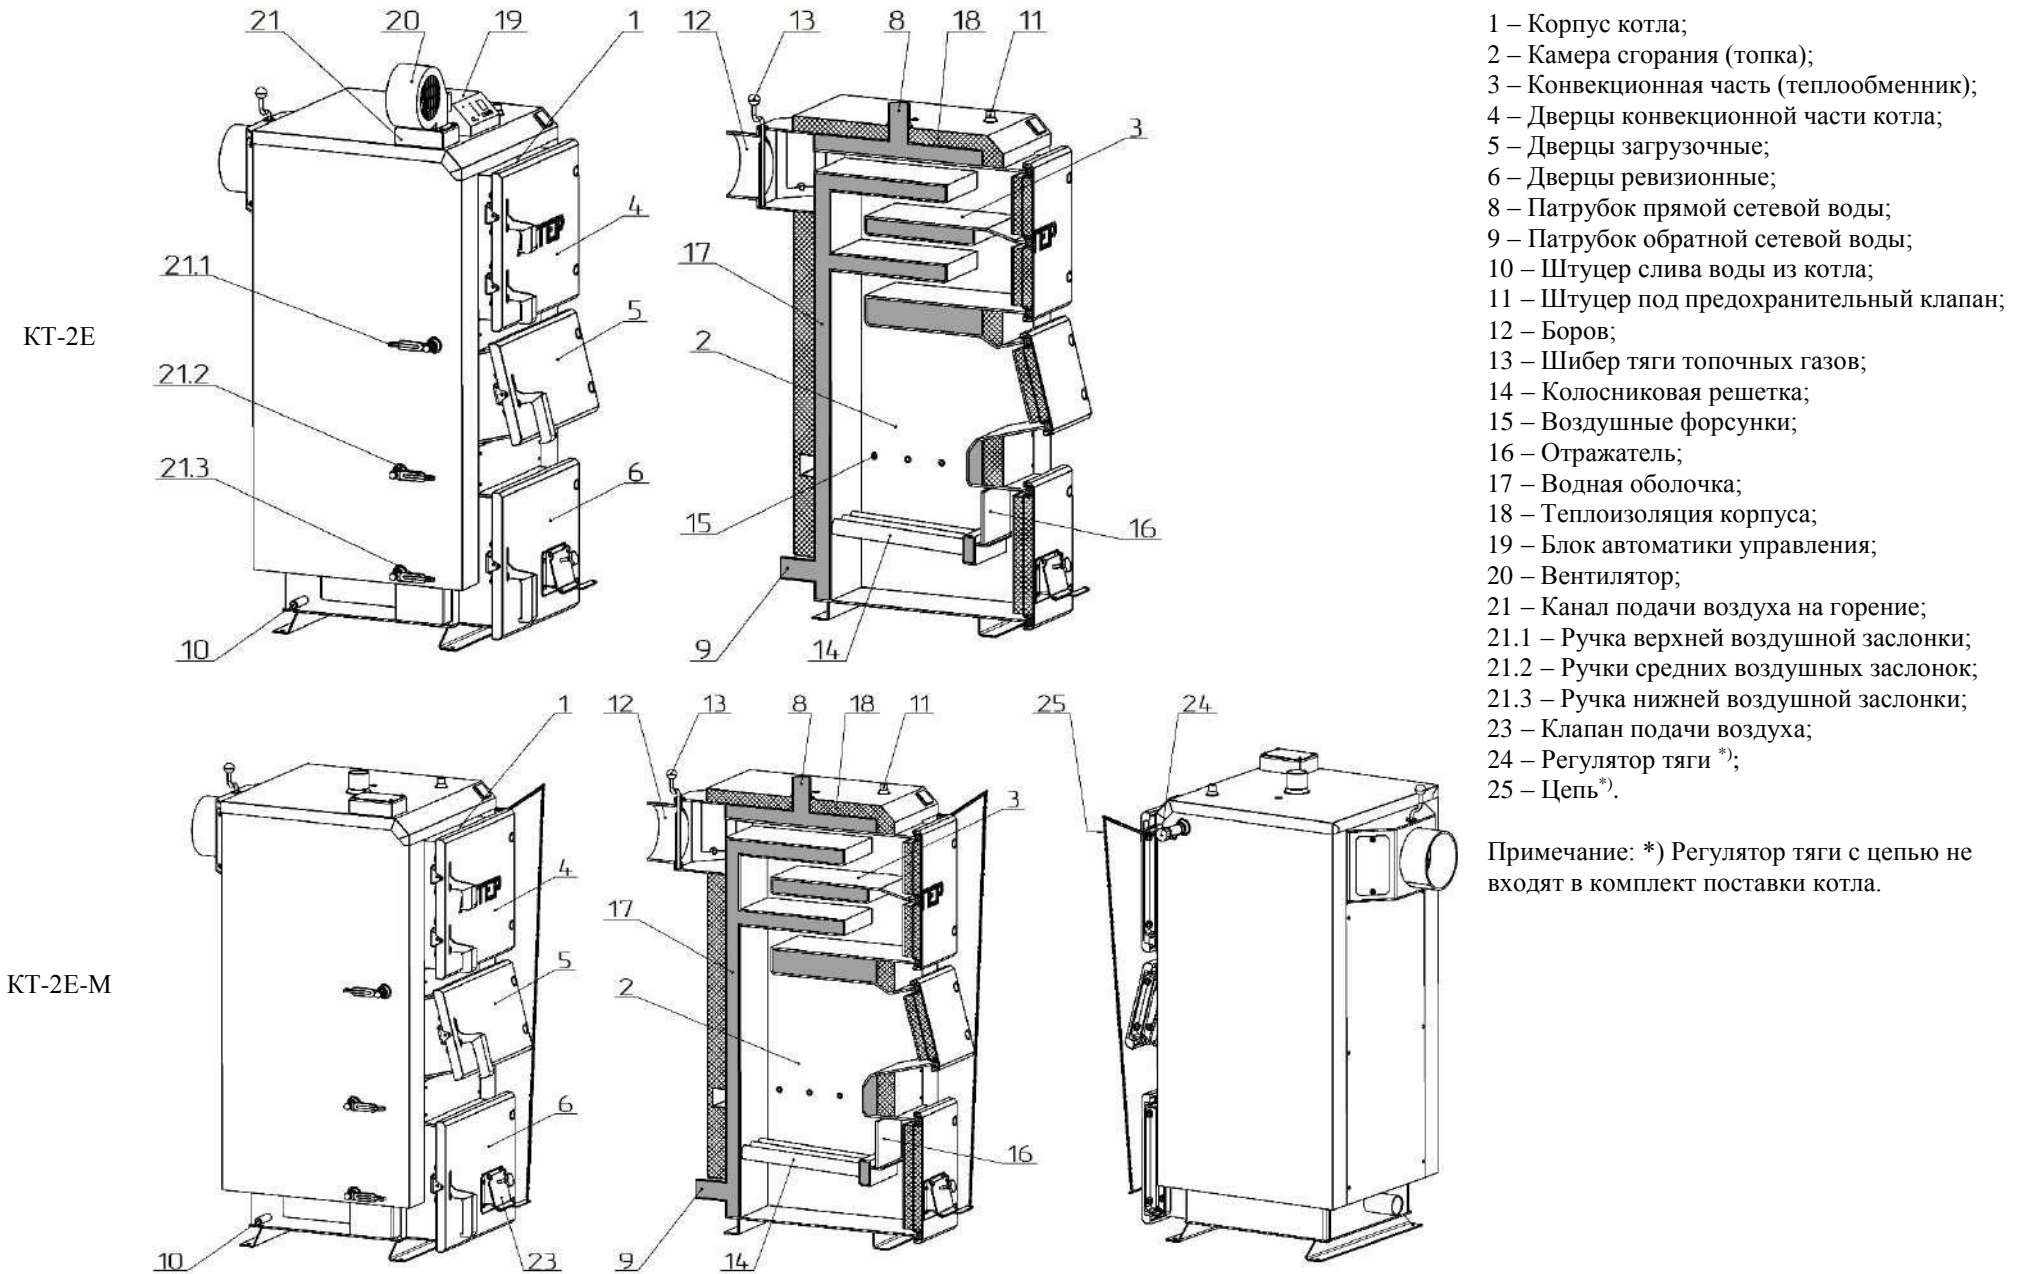

Рисунок 2 – Внешний вид и основные элементы котла
Конструктивно котел представляет собой сборно-сварную конструкцию, состоящую из корпуса (поз. 1, рис. 2) с камерой сгорания (топкой) (поз. 2, рис. 2). Над топкой расположена конвекционная часть котла (поз. 3, рис. 2), представляющая собой высокоэффективный четырехходовой теплообменник.
Корпус котла выполнен в форме параллелепипеда с двойными стенками, которые разделены водными перегородками (поз. 17, рис. 2). На наружной поверхности корпуса под декоративной обшивкой закреплена тепловая изоляция (поз. 18, рис. 2).
Топливо для процесса сжигания загружается на колосниковую решетку (поз. 14, рис. 2) через загрузочные дверцы (поз. 5, рис. 2). Колосниковая решетка выполнена из толстостенных бесшовных труб, по которым постоянно циркулирует вода из водяной оболочки котла, что делает невозможным их прогорание.
- в котле КТ-2Е - по каналу подачи воздуха (поз. 21, рис. 2) приточным вентилятором (поз. 20, рис. 2). Количество воздуха, необходимого для процесса сгорания, регулируется автоматически блоком автоматики управления (поз. 19, рис. 2);
- в котле КТ-2Е-М - окно клапана подачи воздуха (поз. 23, рис. 2), что закрывается крышкой под колосниковую решетку. Количество воздуха, необходимого для процесса сгорания, регулируется механическим регулятором тяги (поз. 24, рис. 2), который путем натяжения или ослабления цепи (поз. 25, рис. 2) управляет положением крышки клапана. **Регулятор тяги не входит в комплект поставки котла.**
Подвод и отвода теплоносителя осуществляется соответственно через патрубки обратной сетевой воды (поз. 9, рис. 2) и прямой сетевой воды (поз. 8, рис. 2).
Топочные газы выходят в дымоход через боров (поз. 12, рис. 2), расположенный в задней части котла. Боров оборудован дроссельным клапаном продуктов сгорания - шибером (поз. 13, рис. 2). В случае слишком высокой тяги в дымоходе шибер позволяет ее снизить путем частичного перекрытия выходного отверстия борова.
В верхней части корпуса котла расположен штуцер для установки предохранительного клапана (поз. 11, рис. 2).
На боковой стенке корпуса в нижней ее части размещен штуцер для слива воды из котла (поз. 10, рис. 2).
- дверцы для периодического обслуживания (чистки) конвекционной части котла (поз. 4, рис. 2);
- ревизионные дверцы (поз. 6, рис. 2) для периодической чистки колосниковой решетки;
- дверцы зольника (поз. 7, рис. 2).